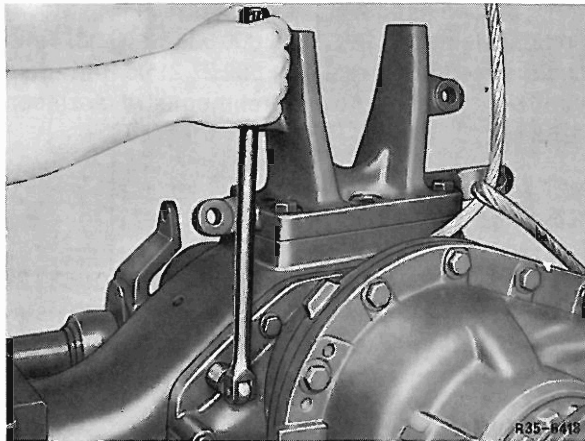

Bild 67
- 3 Befestigungsschrauben des Achsgehäuses heraus-schrauben (Bild 67).